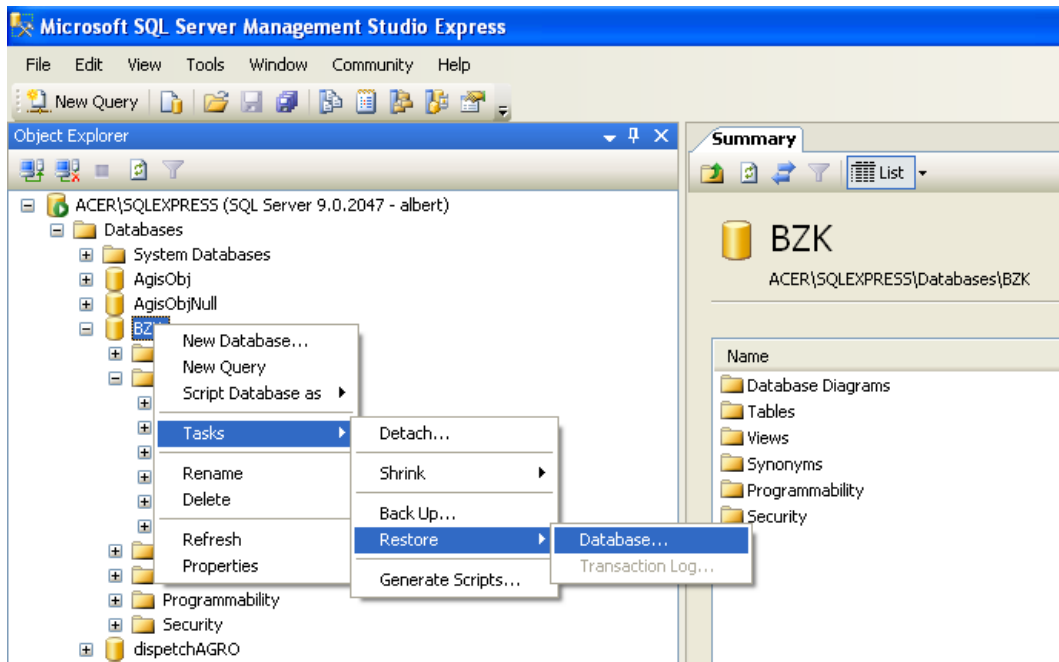

Рисунок 1 - Восстановление базы данных из резервной копии
- 2) Выбрать для созданной базы данных процедуру восстановления базы (см. Рисунок 1). В диалоге указать, что восстановление с указанного устройства, и выбрать файл agrodb.bak (папка panauto(server)), если необходима работа с «нулевой» БД, или файл borisovka.bak (datatest\db), если нужны тестовые данные.